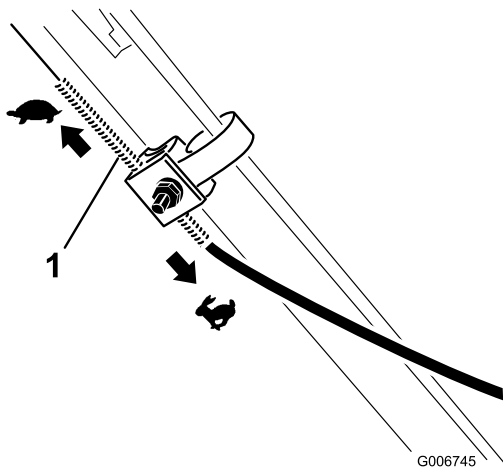

Figur 29
4. Skyv kabelkappen opp 5 mm (Figur 29).